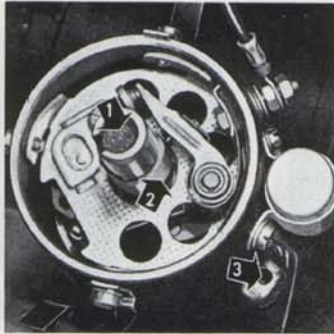

Bild 39. Fördelare
Var 10 000 km skall fördelaraxel, kam och tändförställningsmekanism smörjas. Fördelaraxeln smörjs genom att fylla oljekoppen (3, bild 39) med motorolja. Stäng koppen efter påfyllning. Kamskivans periferiyta (2) smörjs med ett tunt lager fett Bosch Ft v 4 eller motsvarande. Tändförställningsmekanismen smörjs genom att hålla 2—3 droppar tunn motorolja (SAE 10 W) på vecken (1) i fördelaraxeln.